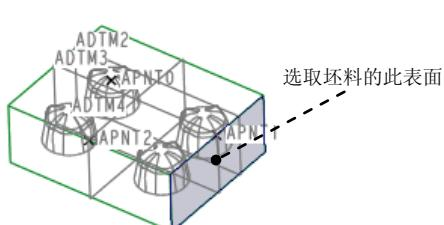

图 28.8 创建基准平面 ADTM4
Step2. 穿过基准点 APNT2，创建图 28.8 所示的基准平面 ADTM4。操作过程如下：单击 **模具** 功能选项卡 **基准** ▾ 区域中的“平面”按钮 ；选取基准点 APNT2；按住 Ctrl 键，选取图 28.8 所示的坯料表面；在“基准平面”对话框中单击 **确定** 按钮，完成基准平面 ADTM4 的创建。